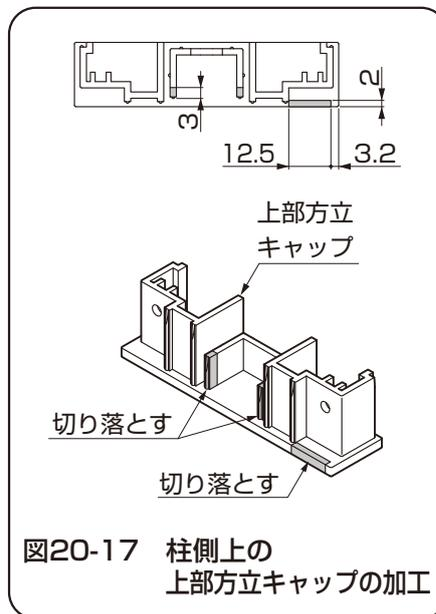

図20-17 柱側上の
- ① 柱側の上に取り付ける上部方立キャップを図20-17の箇所で加工してください。
- ② 上部方立に上部方立キャップを【23-1】で取付けてください。